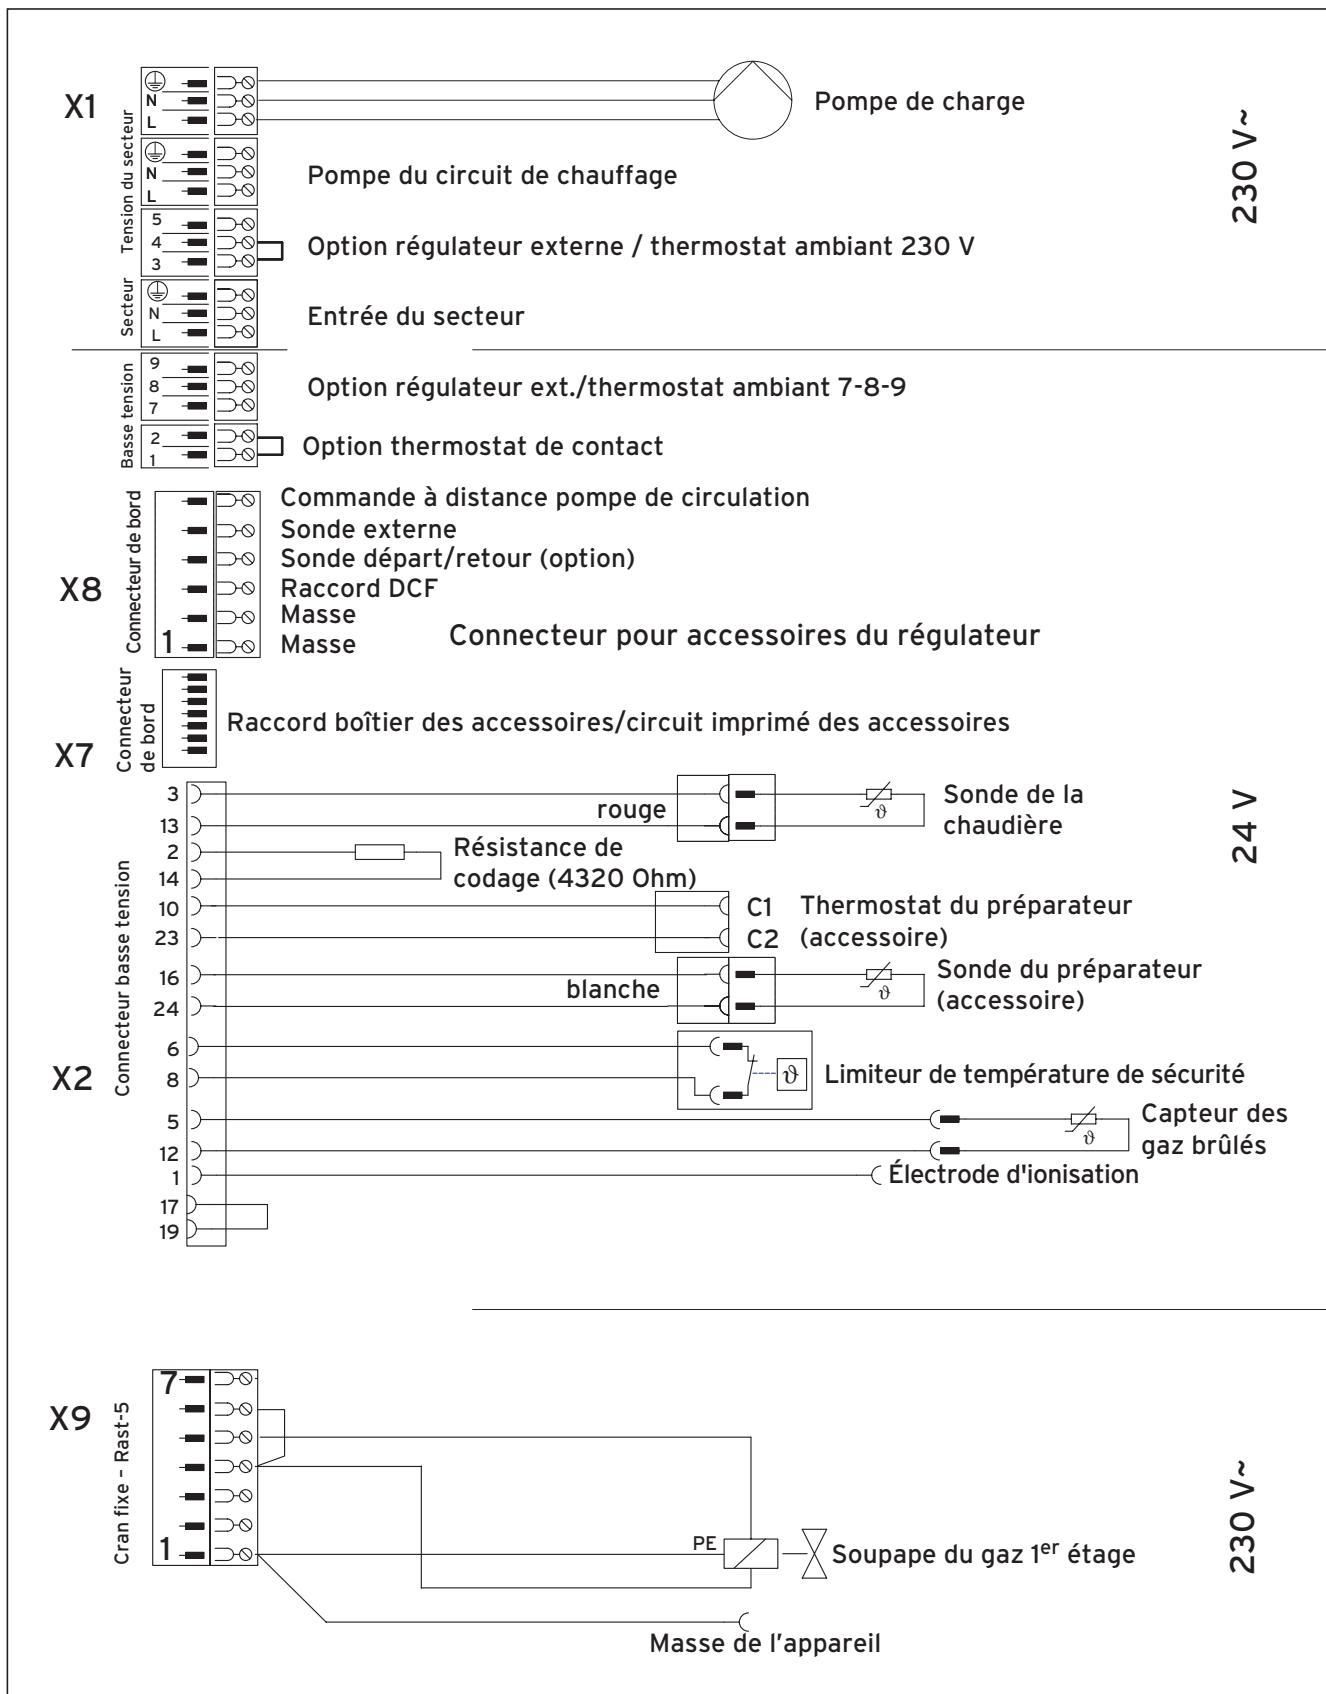

Fig. 4.5 Raccords électriques atmoVIT combi
- Raccordez la sécurité de manque d'eau sans potentiel sur le „thermostat de contact“ (pro E) et la trappe d'évacuation des gaz brûlés sur l'accessoire (la position des raccords est indiquée dans la fig. 4.5).